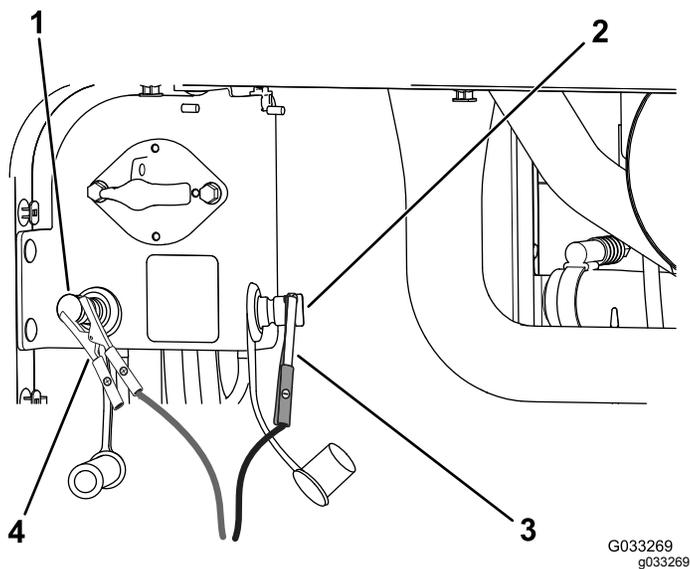

図 115
4. バッテリーチャージャののプラス端子をプラスのジャンプ端子に接続する **図 115**。
- 5. バッテリーチャージャのマイナス端子をマイナスのジャンプ端子に接続する 図 115。
- 7. 充電が終わったら、充電器のプラグをコンセントから抜いてから、充電用のリード線をジャンプ端子から外す 図 115。